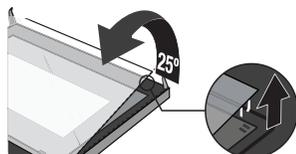

Figura 4
4. Separate el vidrio cuidadosamente elevándolo aproximadamente 25°. (Figura 4)